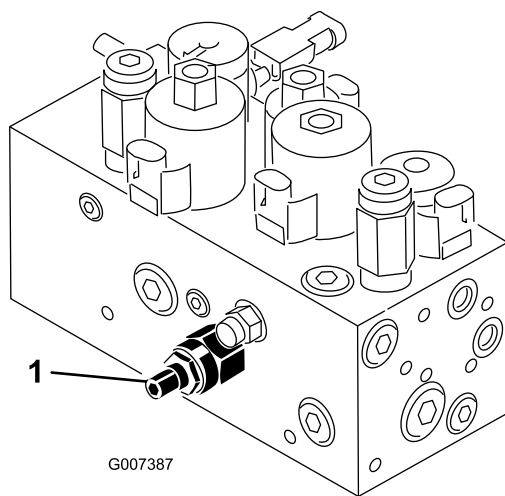

Рисунок 48
Гидравлический контур подъема/опускания режущих блоков оснащен клапаном регулирования расхода (Рисунок 48). Этот клапан настроен на заводе-изготовителе, но может потребоваться регулировка для компенсации различий в температурах гидравлического масла, скоростей скашивания, в навесном оборудовании и т.п. В случае необходимости регулировка производится следующим образом:
1. Поднимите сиденье и найдите клапан регулирования расхода (Рисунок 48), расположенный на боковой стороне гидравлического коллектора.